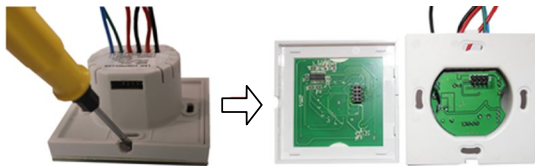

Рис. 1
- 3.2. Отсоедините лицевую панель от корпуса контроллера, аккуратно поддев её плоской отверткой (Рис. 1).